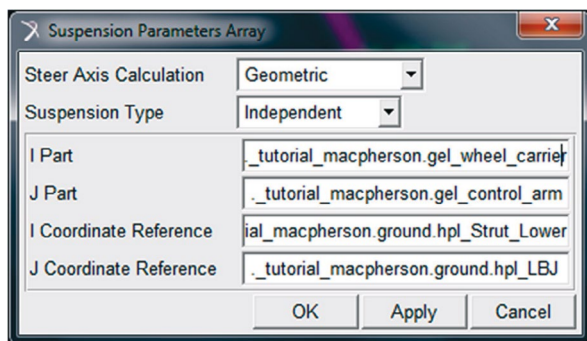

Figura 4.72 – Definição dos parâmetros da suspensão.
- A janela *Suspension Parameters Array* deverá ser preenchida conforme ilustrado na Figura 4.72. Note que a suspensão foi definida como do tipo Independente, tendo o *Steer Axis* na direção definida pelos *Hardpoints* *hpl_Strut_Lower* e *hpl_LBJ*.